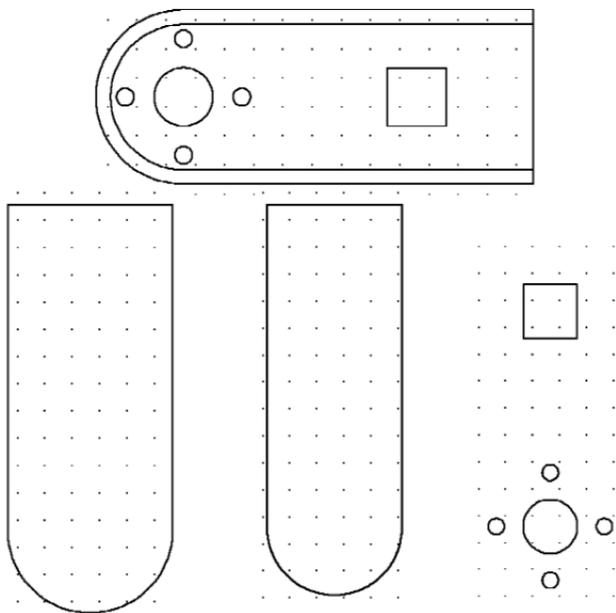

Рис. 7.25. Плоские контуры плиты для выдавливания
1. Удалите предыдущие построения и сохраните файл под именем «Плита». В этом упражнении мы сконструируем твердотельную модель плиты методом выдавливания с применением теоретико-множественных операций. Для этого откройте файл «Чертеж 7», скопируйте вид слева детали «Плита» (рис. 7.25, вверху) и перенесите в текущий файл с трехмерным режимом.
2. На виде сверху расформируйте проекцию детали на три части, перенеся каждую часть на отдельный слой (рис. 7.25, внизу). Не забудьте замкнуть контур верхней площадки (рис. 7.25, в центре).